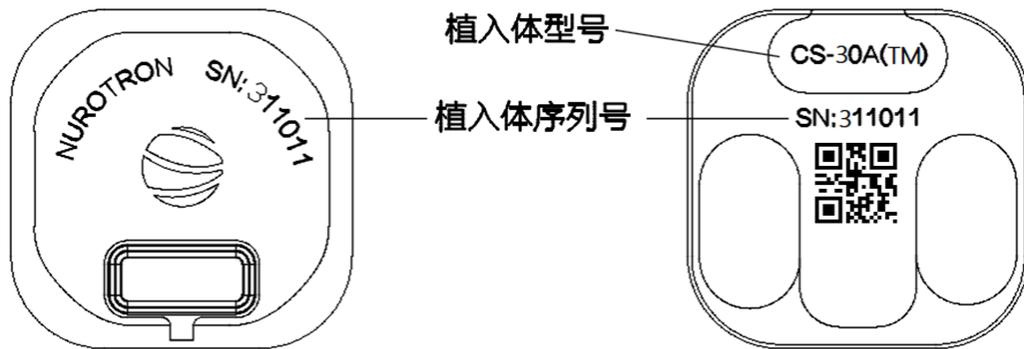

图 2 型号、序列号图示
植入体产品型号分别为：CS-30A(SD)、CS-30A(TS)、CS-30A(TM) 和 CS-30A(TL)。产品型号标记在植入体刺激器外壳上面，位置如图 2 所示。
4.1 植入体产品序列号为：SN: XXXXXX，例如 SN: 311001；标记在植入体刺激器外壳上面，具体位置如图 2 所示。